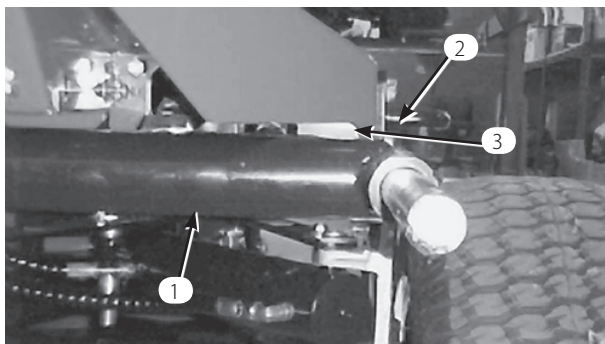
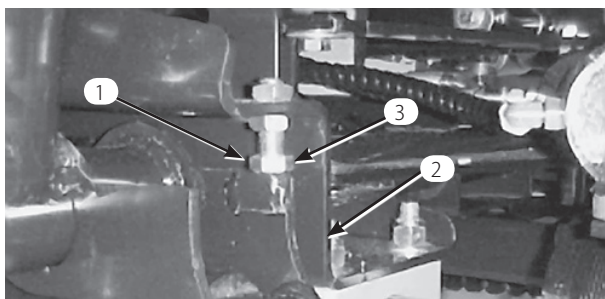
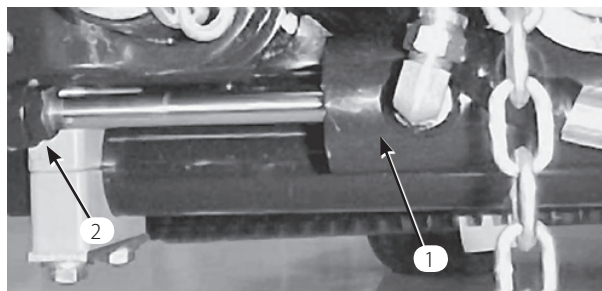

図 10
図 11
図 12
1. エンジンを始動し、デッキを上昇させ、各昇降アームとフロア・プレート・ブラケットの間のすきまが5～8 mmであることを確認する(図10)。この値が 5～8mmの間でない場合は、ストップボルト(図11)を戻し、シリンダ(図12)を調整して隙間を作る。シリンダの調整は、シリンダについているジャムナットを戻し、ロッドの端部からピンを抜いてクレビスを回転させて行う。調整が終わったらピンを取り付けて隙間の大きさを確認し、必要に応じて再調整する。クレビスのジャム・ナットを締める。
2. 各昇降アームとストップボルトとの隙間(図11)が 0.13～1.02 mmの間にあるかどうか点検する。この範囲になればストップボルトを調整する。